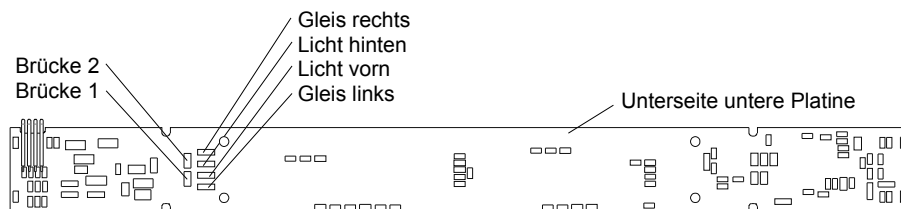

Abb. 3
2. Einbau eines Funktionsdecoders mit Lötanschlüssen, z.B. **KRES 3009K**, auf die vorhandene untere Platine. Die Belegung der Pads ist in der Abbildung 3 angegeben. Die im Auslieferungszustand geschlossenen Brücken 1 und 2 müssen geöffnet werden (jeweils 0Ω-Widerstand, wir empfehlen 2 LötKolben).